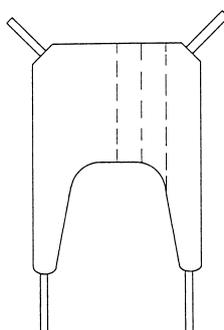

Abb. 3
- Den Gurt längs bis zur Hälfte einrollen (Abb. 3).